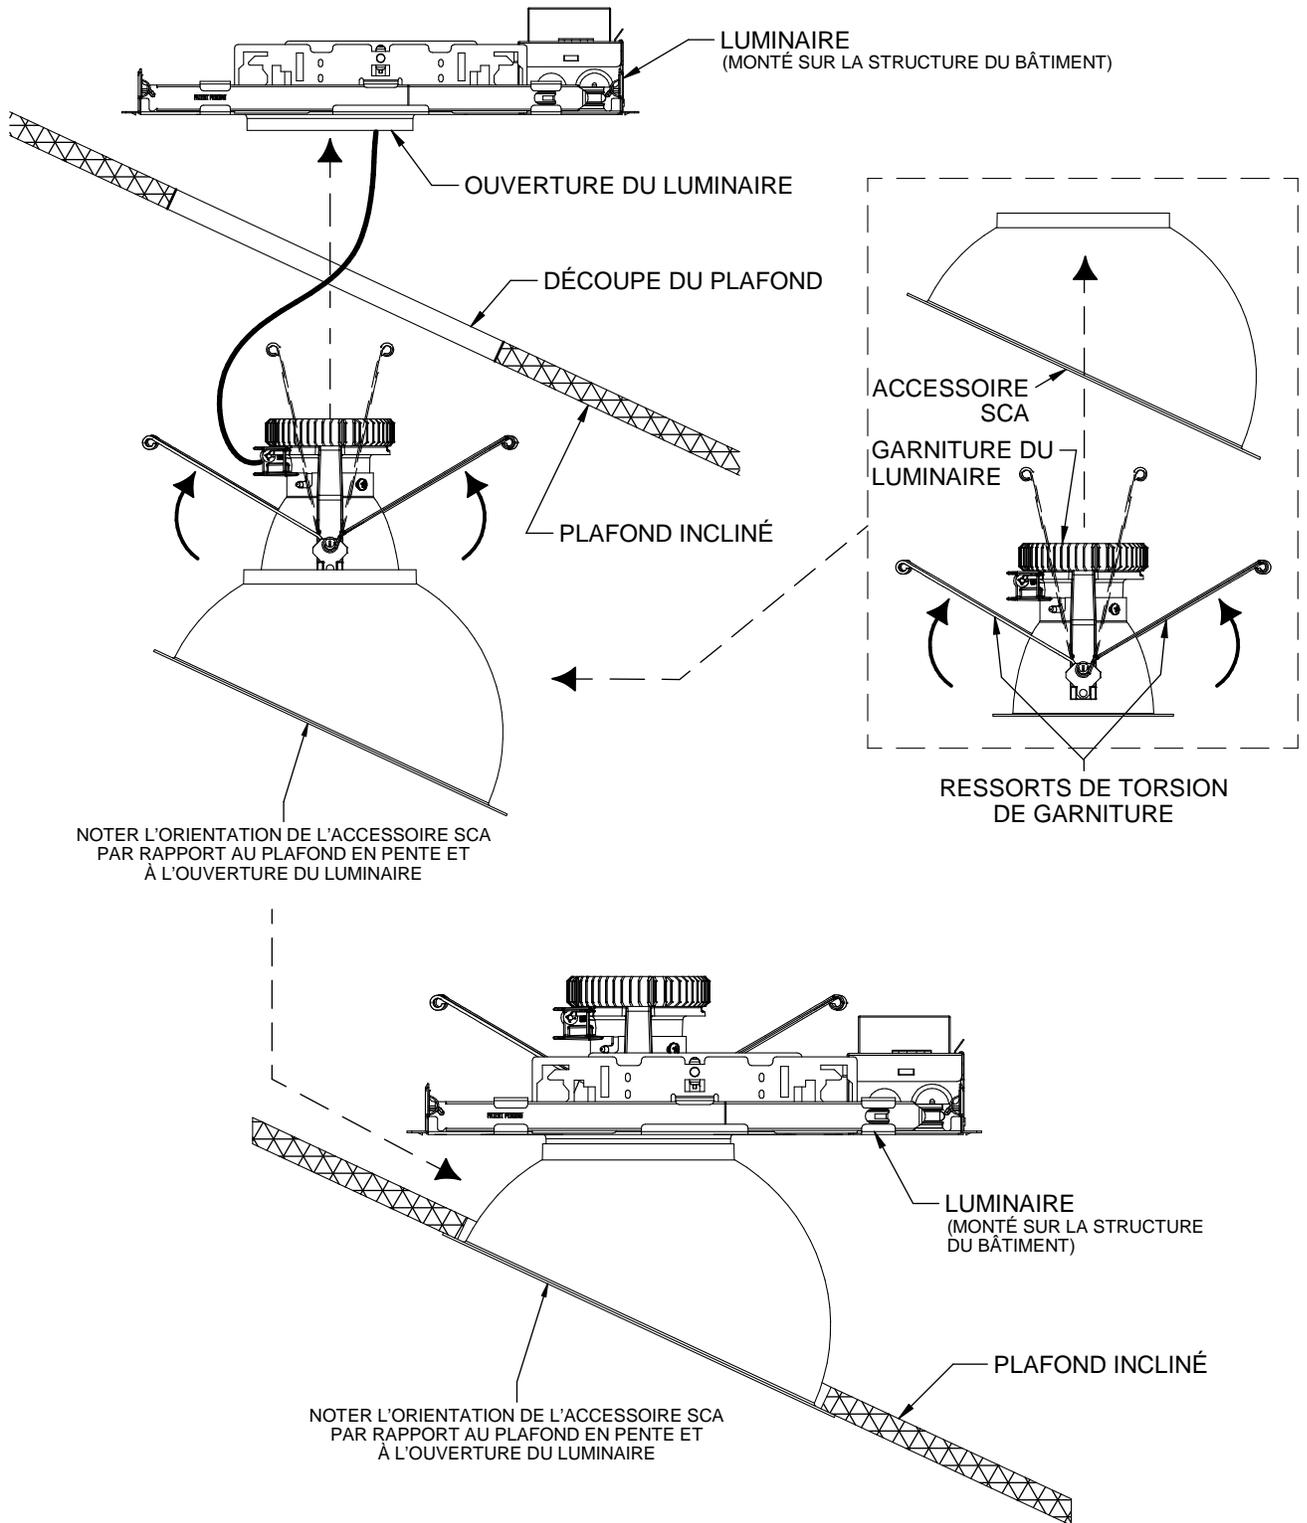

Figure 3
- a. Pour les luminaires LTR-4RD et LTR-6RD, serrer les ressorts de torsion de la garniture et insérer la garniture à l'intérieur de l'accessoire SCA comme illustré à la Figure 3. **Remarque** : Il peut être utile d'utiliser un trombone pour maintenir les ressorts de torsion ensemble durant cette étape afin de protéger la finition de l'accessoire SCA.
- c. Serrer les ressorts de torsion de la garniture et les insérer dans les supports pour ressorts de torsion sur le luminaire installé dans le plafond, avec l'accessoire SCA orienté comme illustré à la Figure 3 par rapport à la pente du plafond. **Remarque** : si des trombones ont été utilisés pour maintenir les ressorts de torsion ensemble à l'étape précédente, penser à les enlever avant d'attacher la garniture au bâti.
IMPORTANT : L'accessoire SCA LITEISTRY™ doit être monté suivant l'orientation illustrée à la Figure 3 par rapport au plafond en pente et au luminaire pour pouvoir être installé correctement.